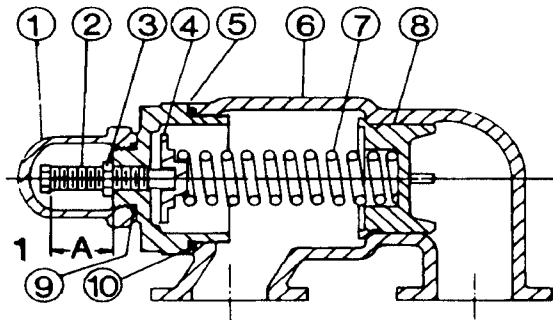

FIGURE 21
2. Mesurez et notez la longueur d'extension de la vis de réglage. Voir "A" **Figure 21** page 12.